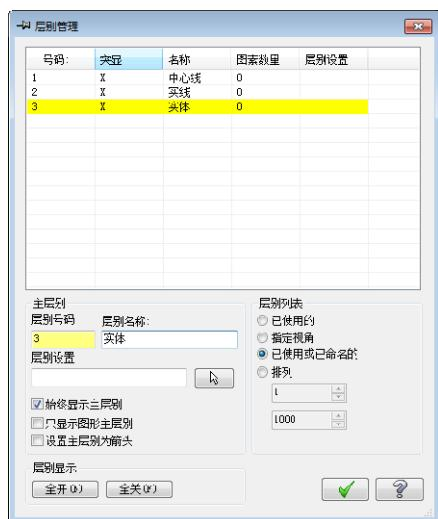

图 12-3 “层别管理”对话框
- 02 单击状态栏中的“层别”按钮，系统将弹出“层别管理”对话框。在对话框的“层别号码”输入框中输入 1，在“层别名称”输入框中输入中心线，再用同样的方法创建实线层和实体，然后单击“确定”按钮 ，完成图层的创建，如图 12-3 所示。